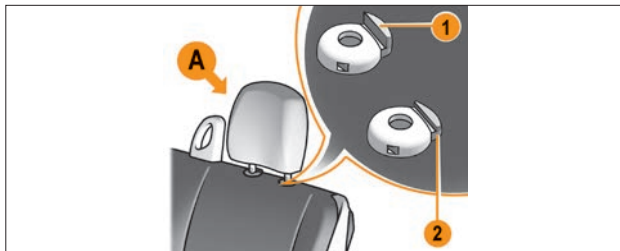

Рис. 2.2.1. Подголовники типа А сиденья второго ряда (в варианном исполнении)
- Подголовники типа **А** (рис. 2.2.1).
Чтобы опустить его вниз, нажмите одновременно на фиксатор **1** (рис. 2.2.1 или 2.2.2) и на подголовник.